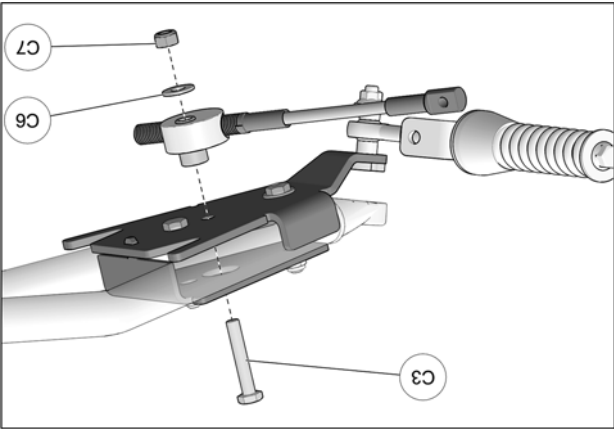

Fig. 33
16. Insérer le boulon (C3) par l'ouverture du couvercle d'ancrage, dans le trou central de l'ancrage. Positionner le disque en aluminium du limiteur de conduite au boulon (C3). Utiliser la rondelle (C6) et l'écrou (C7) pour fixer le limiteur de conduite en place. Serrer l'écrou à un couple de 50 N•m [37 lb•p]. Fig. 33